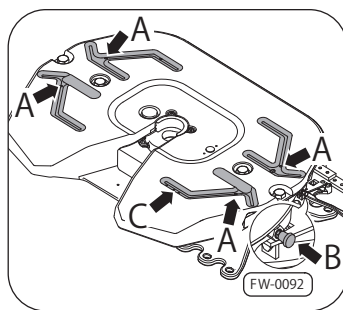

図12 第5輪SK-S 36.20の注油ポイント接続口
- 4つの注油ポイントの接続口 図12の位置A - プレートM8 x 1